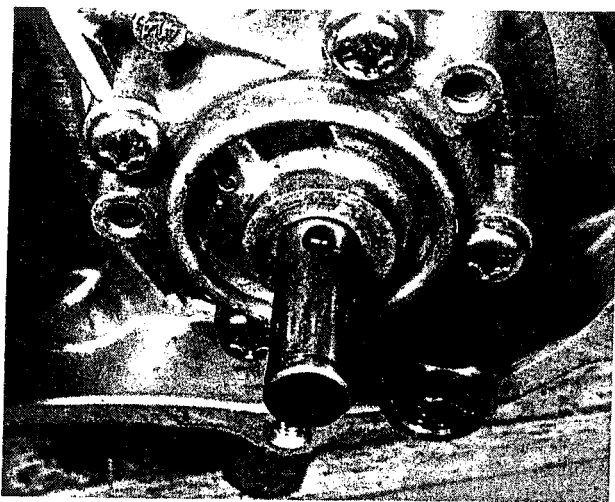

Bild 65
- Die Ölpumpe ist mit vier Schrauben befestigt, die kreuzweise in gleichmässigen Stufen gelöst werden müssen, damit sich die Pumpe nicht verzieht. Die Schrauben entfernen und die Pumpe ausbauen (Bild 65).